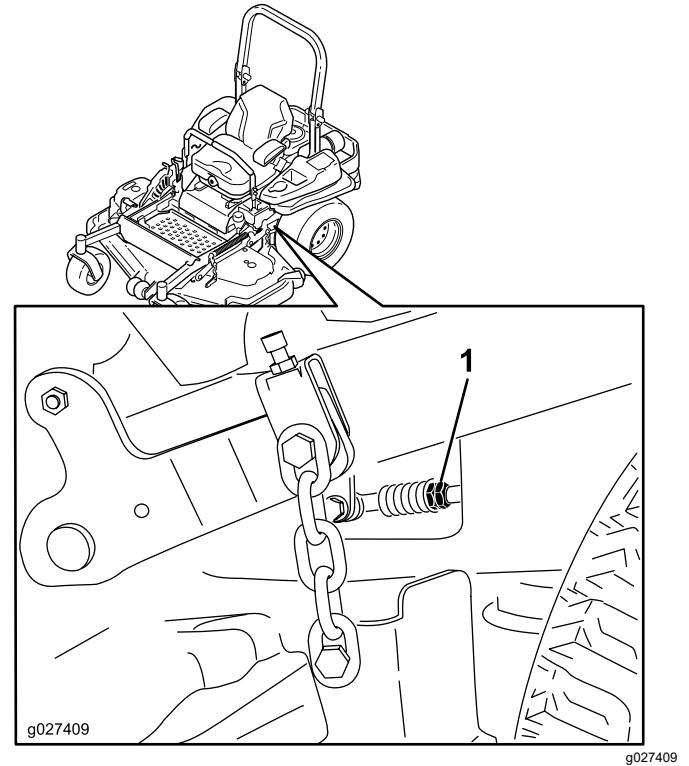

Figure 98
11. Réglez la longueur des tiges de pompes en tournant les doubles écrous dans le sens voulu jusqu'à ce que les roues tournent légèrement en marche arrière (Figure 98).